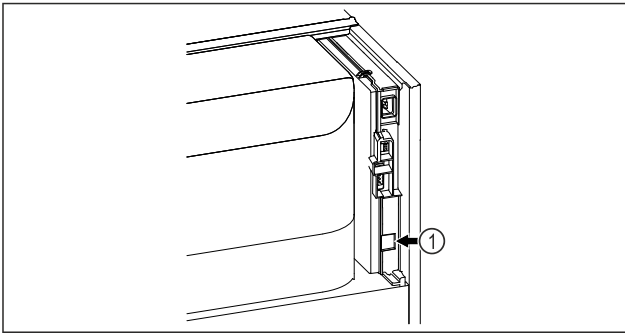

Fig. 61
- ☐ SmartModule Fig. 61 (1) naudojamas.